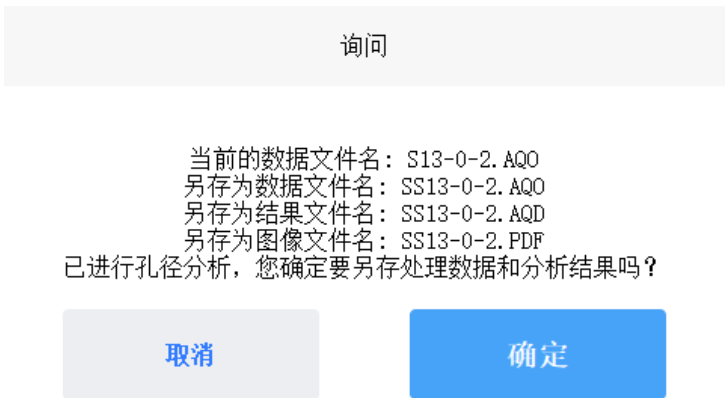

图5-19 已经进行计算分析后保存文件对话框
首先根据所测的对象，选择是成孔检测还是成槽检测；然后点击应用按钮，则根据拾取的孔壁线时间，计算成孔的平均孔径、最大孔径、最小孔径、偏心距、垂直度等参数，科学地对成孔质量给出系统的评价，如图5-19检测结果所示。
若已经对成孔质量进行了计算分析，保存对话框如图5-19所示；
(1) S***.AQO文件：处理后的超声波成孔质量检测数据文件，格式与原始采集数据格式一样。
(2) S***.PDF文件：超声波成孔质量检测图像的PDF文件。
***表示原始数据文件名。显示信息对话框如图5-19所示；